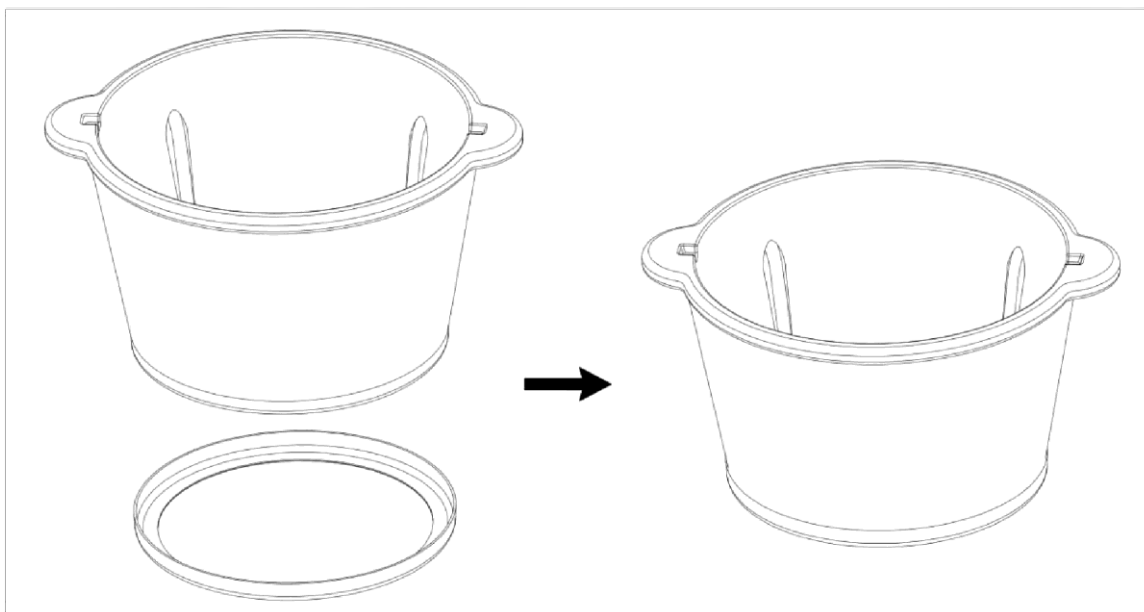

Abb. 1
- a) Stellen Sie den Behälter auf die Anti-Rutsch Unterlage (Abb.1)
Montage: Setzen Sie die Seitenklinge auf die Hauptklinge (Abb. 1 und 2) und drehen Sie die Seitenklinge gegen den Uhrzeigersinn (Abb. 3), dann entfernen Sie den Messerschutz.